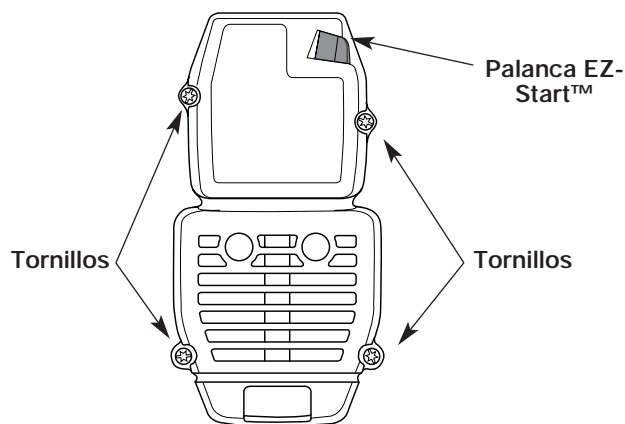

Fig. 23
1. Saque los cuatro (4) tornillos que sostienen la cubierta del silenciador / filtro de aire (Fig. 23). Use un destornillador de vástago plano o de broca Torx N° T20.
2. Inserte los cuatro (4) tornillos en los orificios de la cubierta del silenciador / filtro de aire (Fig. 23 y ajústelos. **No los ajuste demasiado.**